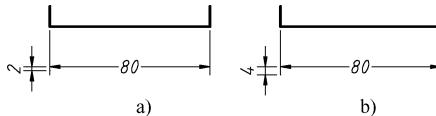

图9-13 尺寸界线超出尺寸线示例
- “超出尺寸线”文本框：用于设置尺寸界线超出尺寸的长度，如图9-13所示。